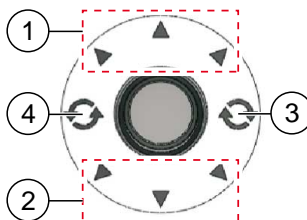

Fig. 3: Funzioni del joystick
- In avanti/all'indietro Fig. 3 (1,2)
- Campi di rotazione Fig. 3 (3,4)
- Nei campi per il movimento in avanti (1) o all'indietro (2) si può spostare il caravan in modo continuo nella direzione selezionata.
- Se si sposta il joystick lateralmente in un campo di rotazione, il caravan ruota a destra (3) o a sinistra (4) intorno al proprio asse.